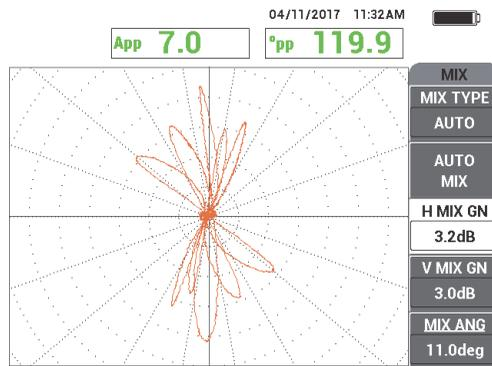

Figura 5-177 Il risultato della scansione del tubo in seguito allo spostamento dell'anello di supporto (COMB.)
3. Scansionare il tubo per individuare dei difetti (vedere Figura 5-177 a pagina 266).